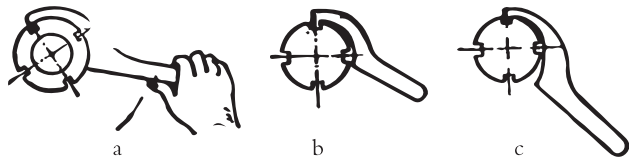

图2-5 带槽圆螺母扳手及其使用
(5) 带槽圆螺母扳手：用来紧固带槽圆螺母（见图2-5）。其规格以所紧固的带槽圆螺母的直径表示。例如：规格为34~36毫米的带槽圆螺母扳手，用来旋紧外径34~36毫米的带槽圆螺母。使用时，先按螺母的外径尺寸选择相适应的扳手，然后手握扳手柄部，让扳手的舌部伸入螺母的槽中，扳手的内圆卡在圆螺母的外圆上，用力将螺母旋紧。紧固带槽圆螺母时，不准选用与螺母外径尺寸不相适应的扳手，以免损坏螺母或紧固时扳手滑脱伤手。